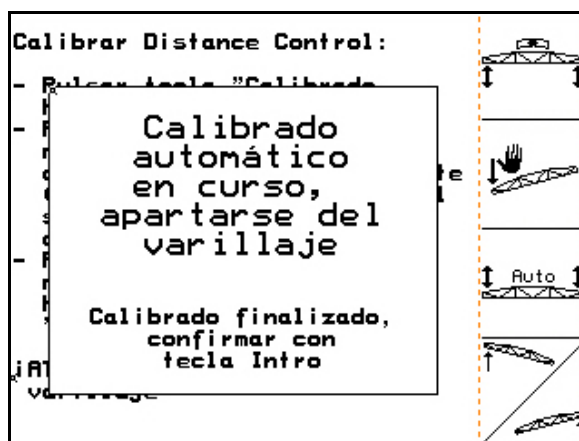

Fig. 33
- Cuando finaliza el calibrado automático, el ordenador muestra lo siguiente (Fig. 33).